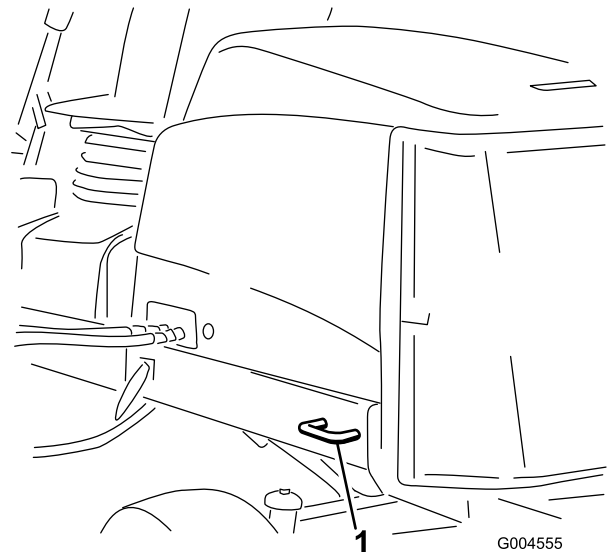

Figure 61
- **Arrière de la machine** – chaque côté de la machine sur le cadre arrière (Figure 61)